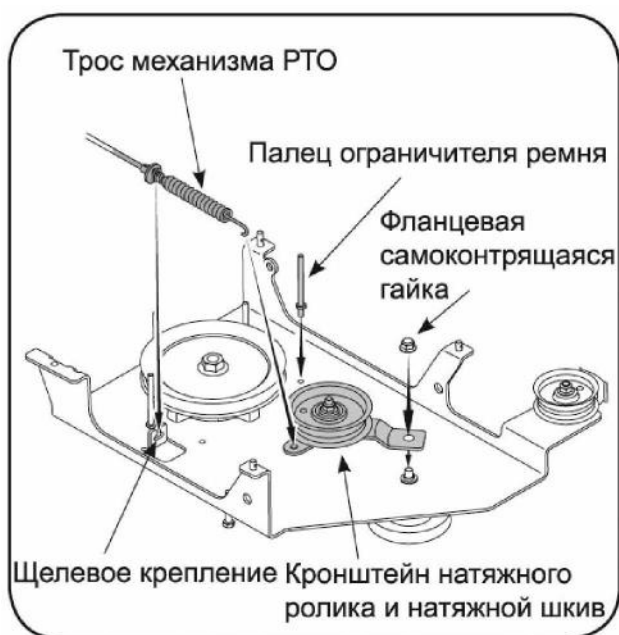

Рис. 19.
2. Отверните фланцевую контрящую гайку, как показано на рис. 19, оставив втулку на прежнем месте. Установите натяжной ролик (756-0627D) и кронштейн (783-1291), которые поставляются в упаковочной коробке. Замените фланцевую самоконтрящуюся гайку. Прикрепите трос РТО к кронштейну натяжного ролика и закрепите его в щелевом креплении, как показано на Рис. 19.
Установите дополнительный палец ограничителя ремня, который также поставляется в упаковочной коробке. Место установки пальца показано на Рис. 19.